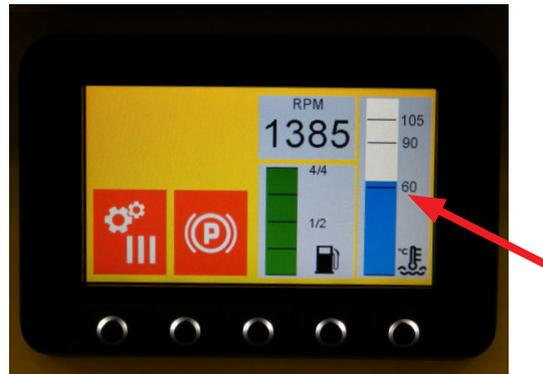

Abbildung 1: Hauptmenü
2. RoboMAX auf eine Temperatur über 60 °C bringen, wie in *Abbildung 1*.
3. Im Menü, wie in *Abbildung 1*, zweimal die Taste RUNTER drücken (siehe Abschnitt 6.9.1), um auf das Menü der Zwangsregeneration *Abbildung 2* zuzugreifen, dann einige Sekunden lang die Taste ENTER drücken (siehe *Abbildung 2*);